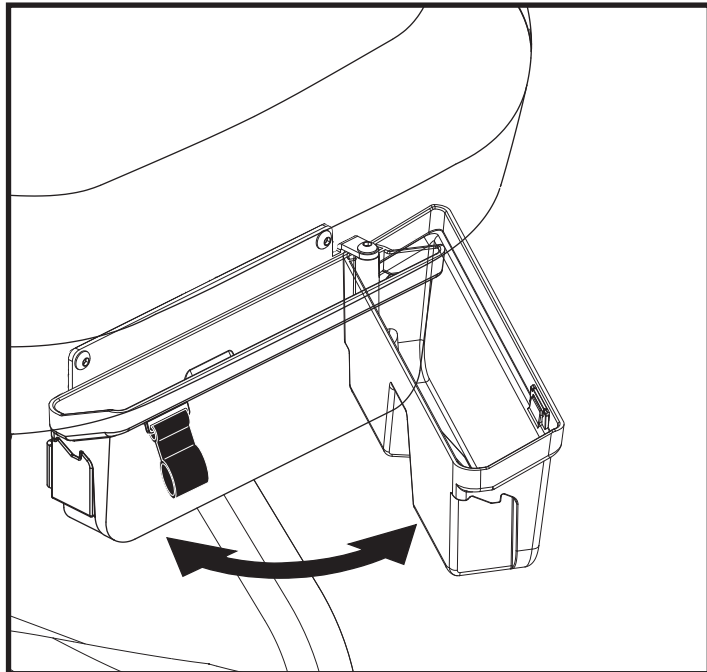

Bild 9. Abschwenkbares Speicherfach
2. Schwenken Sie das Ablagefach in die offene Position. **Siehe Bild 9.**
1. Öffnen Sie das Ablagefach, indem Sie den Ablagegriff nach oben und nach außen ziehen. **Siehe Bild 9.**
3. Entfernen Sie die zwei Schrauben aus der Lagerhalterung. **Siehe Bild 9.**